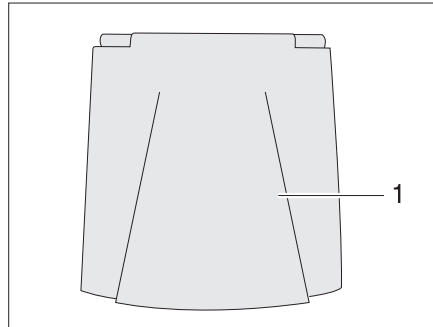

Fig. 30 Clapet de fermeture du bec de remplissage du carburant
- Ouvrir le clapet de fermeture (Fig. 30,1).
- Insérer la clé dans le barillet (Fig. 30,2) et la tourner dans le sens inverse des aiguilles d'une montre.